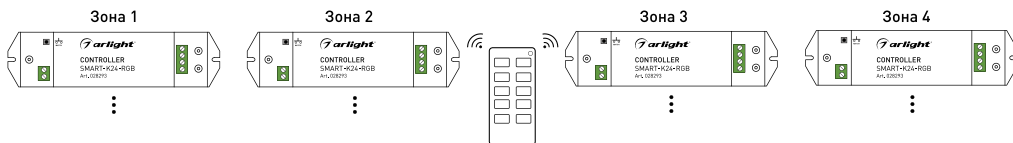

Рисунок 3. Вариант построения системы с 4-зонным пультом дистанционного управления.
- 3.8. При использовании многозонных пультов ДУ или панелей можно построить разветвленную систему управления (рисунок 3).